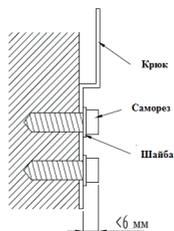

Рис.12
- Закрепите крюк на стене с помощью саморезов (см.Рис.12)